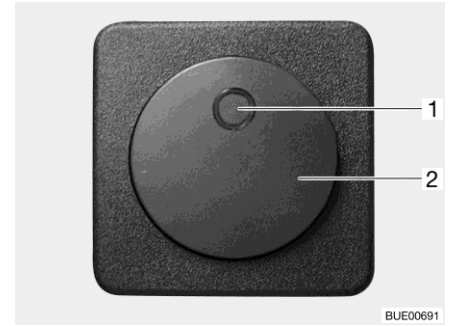

Fig. 221 Interruttore per riscaldamento elettrico del pavimento
- Premere l'interruttore a bilico (Fig. 221,2). La spia di controllo nell'interruttore (Fig. 221,1) si accende.
- Premere l'interruttore a bilico (Fig. 221,2). La spia di controllo (Fig. 221,1) nell'interruttore si spegne.